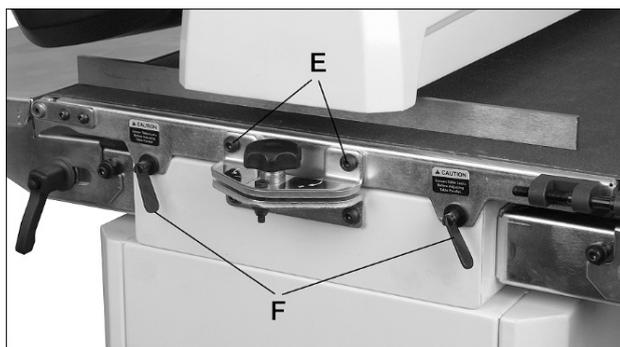

Рис. 10-3
6. Открутите два винта, которые крепят стол транспортера к кронштейну барабана (E, Рис. 10-3).
7. Ослабьте два фиксатора (F).